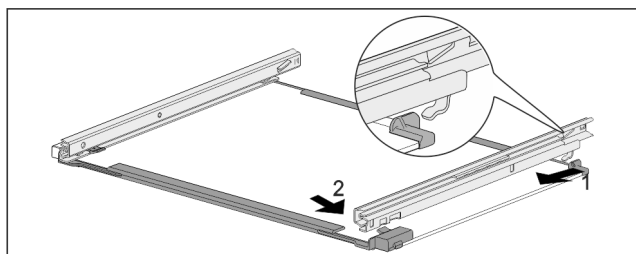

Fig. 83 Skleněná deska s kolejničkami
- ▶ Zahákněte kolejničku vzadu. Fig. 83 (1)
- ▶ Zaklapněte kolejničku vpředu. Fig. 83 (2)